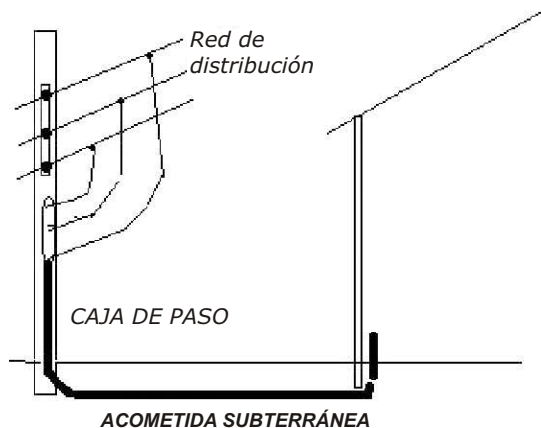

FIGURA 18. ACOMETIDA
- La figura 18 nos muestra un conductor eléctrico de mayor tamaño que el resto del alambre o cable.